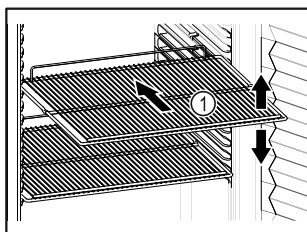

Fig. 30 Atvaizdo pavyzdys
- Jei pastatymo groteles Fig. 30 (1) galima perkelti, pritaikykite atsižvelgdami į aukštį.